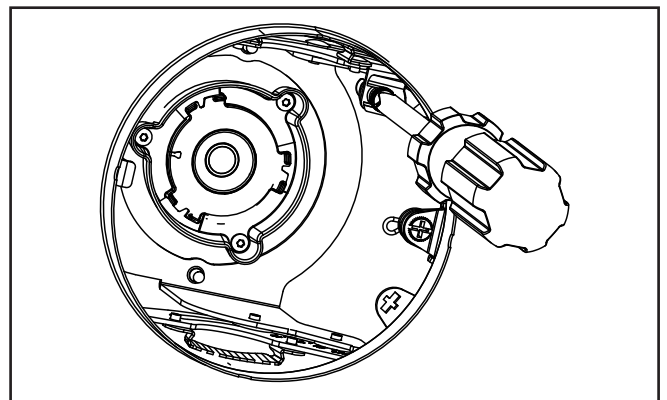

Figure 7c
3. Inclinez le mécanisme en tournant la vis d'inclinaison dans le sens des aiguilles d'une montre (Figure 7c). Référez le cadran d'angle sur le mécanisme pour déterminer l'angle d'inclinaison.